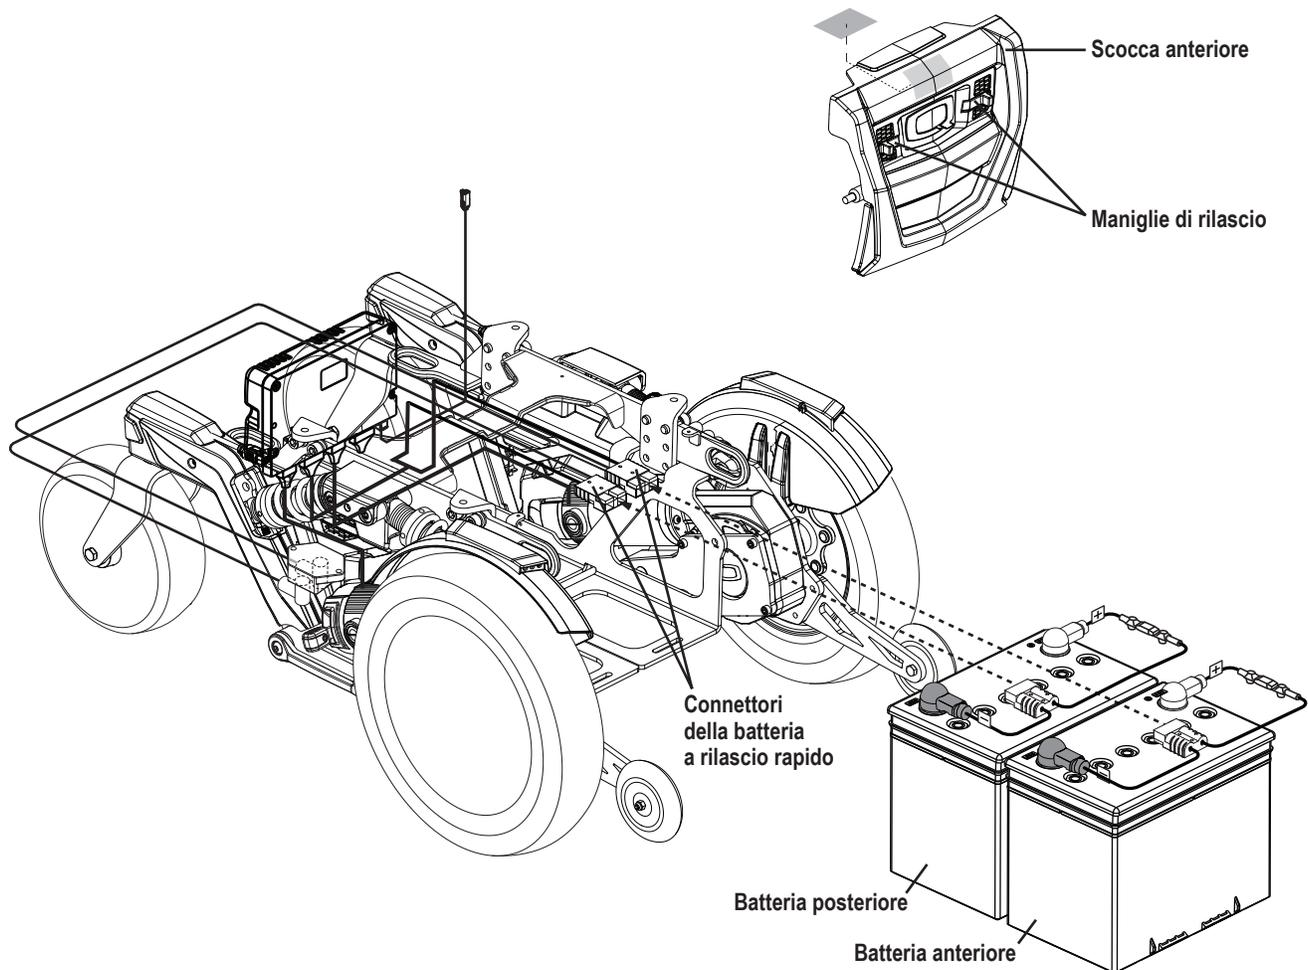

Figura 11. Installazione della batteria
3. Rimuovere la scocca anteriore stringendo le maniglie di rilascio (**vedere figura 11**) e sollevare la scocca anteriore dalla base della carrozzina.
4. Scollegare i connettori della batteria a rilascio rapido. **Vedere figura 11.**
7. Collegare il gruppo batteria anteriore alla nuova batteria seguendo il diagramma di cablaggio corrispondente. **Vedere figura 11.**
8. Collegare il gruppo batteria posteriore alla nuova batteria seguendo il diagramma di cablaggio corrispondente. **Vedere figura 11.**